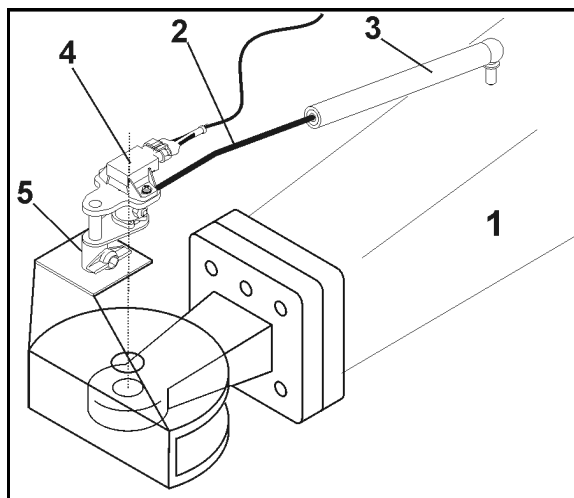

Fig. 36
Sistemul de comandă AutoTrail pentru păstrarea automată a urmei sesizează poziția unghiulară a proțapului (Fig. 36/1) spre direcția de mers a tractorului.
1. Introduceți bara unghiulară (Fig. 36/2) în bucșa de material plastic (Fig. 36/3).
2. Introduceți traductorul pentru unghiul de rotație (Fig. 36/4) în dispozitivul de preluare (Fig. 36/5).